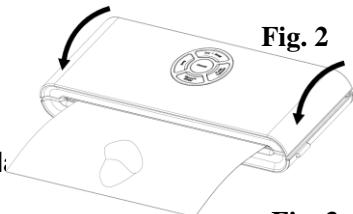

Fig. 2
3. Placera påsens ena ände över förseglingsremsan, men för inte in den i vakuumkammaren – **Fig. 2.**
4. Tryck ner locket på båda sidorna med båda klick på båda sidorna – Fig. 2